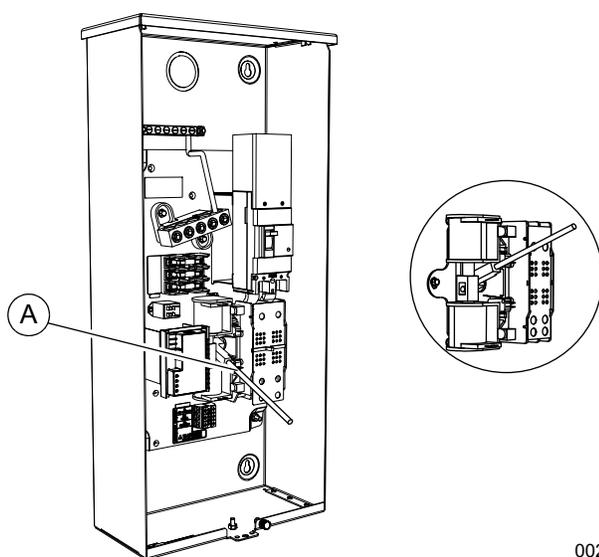

Figure 3-11. Actionnement manuel typique de l'interrupteur de transfert
4. Voir la **Figure 3-11**. Utilisez le levier de transfert manuel (A) situé à l'intérieur de l'interrupteur de transfert de façon à déplacer les contacts principaux en position STANDBY (les charges sont ainsi raccordées à la source d'alimentation de secours).